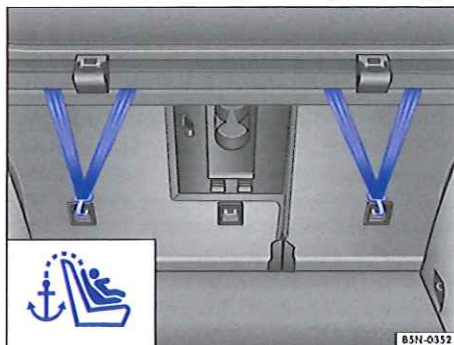

Fig. 81 Ceintures de retenue supérieures accrochées dans le coffre à bagages.
- Accrochez la ceinture de retenue supérieure se trouvant dans le coffre à bagages dans l'œillet de retenue correspondant \Rightarrow fig. 81.